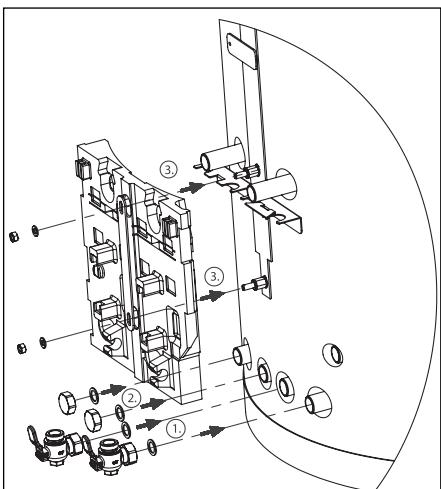

Fig. 9 Montage des robinets à tournant sphérique et de l'isolation du groupe du circuit de chauffage
- Raccorder les robinets à tournant sphérique G1 avec les joints sur le côté droit du ballon d'eau chaude (fig. 9 point 1).